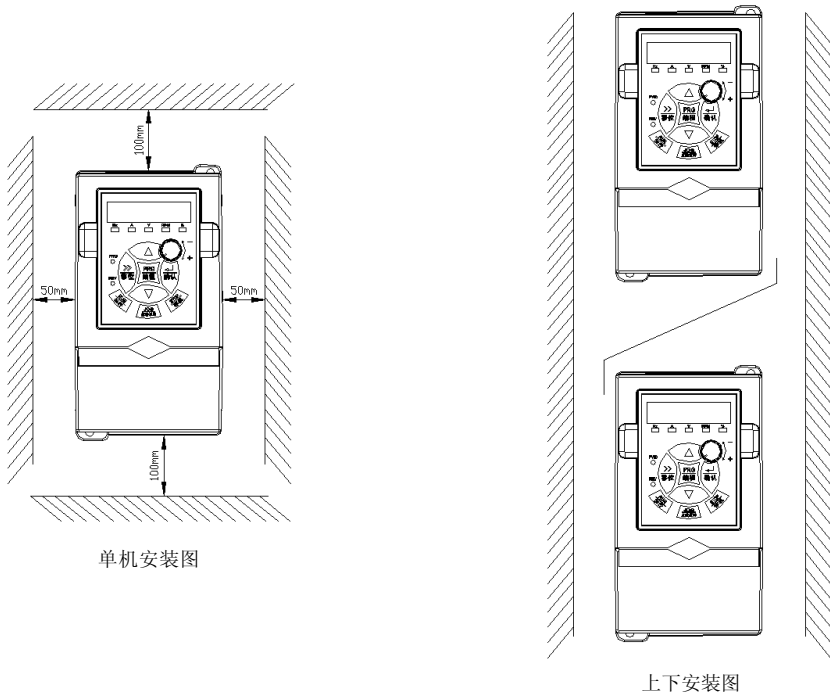

图3-1 安装示意图
- 1、安装空间要求如图 3-1 所示，需保证变频器有足够的散热空间。预留空间时请考虑柜内其它器件的散热情况。
- 2、请向上垂直安装变频器，便于热量向上散发。若柜内有多台变频器时，请并排安装。在需上下安装场合，请参考图 3-1 上下安装图，安装隔热导流板。